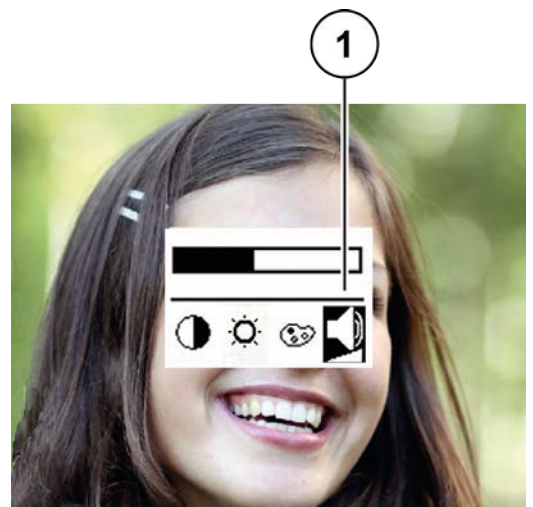

Abb. 11: Gesprächslautstärke einstellen
- ▶ Drücken Sie die *Menütaste* während einer Sprechverbindung. Das Menü für die Einstellung der Bildparameter und das Symbol zur Einstellung der Gesprächslautstärke (1) werden angezeigt.
- ▶ Drücken Sie die *Menütaste*, um den Parameter Gesprächslautstärke auszuwählen (Abb. 11).